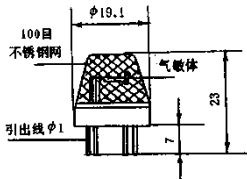
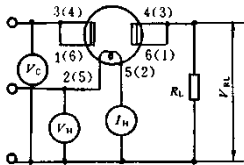

图 6-6 MQ11、21、31 型气敏元件外形及结构图
图 6-7 MQ11、21、31 型气敏元件测试电路图
(1) 使用环境条件:环境温度为 -10~+40℃;相对湿度为 ≤90% RH;大气压力为 86~106kPa。
(2) 外形结构及测试电路分别见图 6-6 和图 6-7。
MQ-J1 型酒敏元件主要用于乙醇气体的检测。它具有灵敏度高、分辨率好、性能稳定等优点,基本不受其他气体的干扰,是检测乙醇气体理想的传感器件。其技术参数见表 6-11,元件外形结构和测试电路同 MQ11、21、31(分别见图 6-6 和图 6-7)。